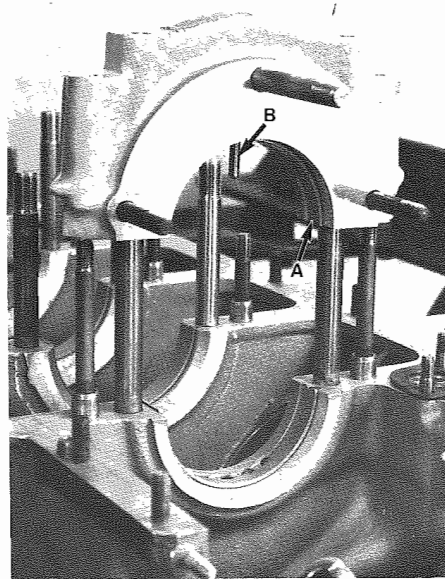

Fig. 100 - A) Cuscinetto - B) Frangiolio
- Rimuovere cuscinetto e frangiolio (**Fig. 100**).
- Disassemble bearing and oil breaker (**Fig. 100**).